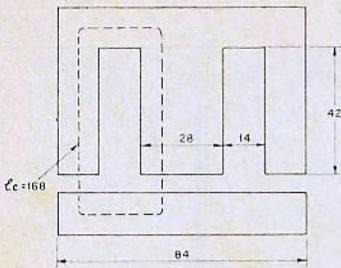

Figura 48
1) Escolhemos o tipo de lâminas para o núcleo. Suponhamos que seja laminação formato EI com as medidas mostradas na figura 48.
5) De posse das medidas do ferro (figura 48) e do número de espiras necessário, passamos a determinar a bitola do fio. Descontando-se as margens para o enrolamento (2,5 mm em cada lado da fôrma), a própria fôrma e as folgas, a área útil da janela para o enrolamento será de